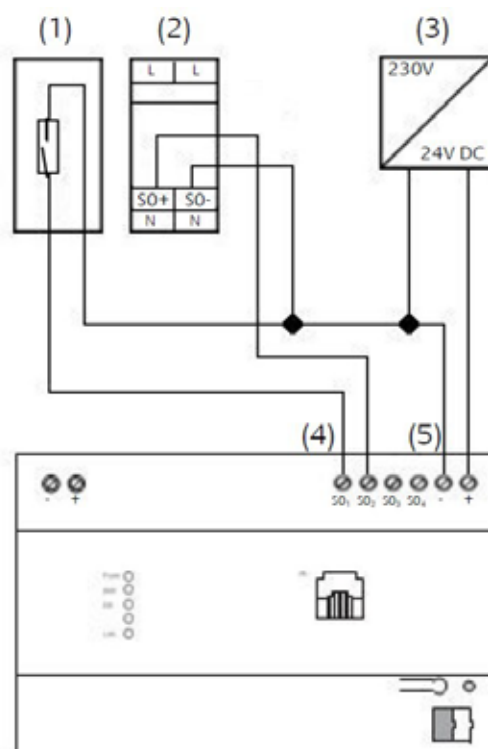

Abbildung 6: Anschluss SO
- 24 V DC an die Anschlussklemme für die Spannungsversorgung der SO-Schnittstelle (**Abbildung 6, (5)**) anschließen. Keine 230V anschließen!
- SO-Geräte an SO-Schnittstellen wie folgt anschließen (Abbildung 6, (4)).